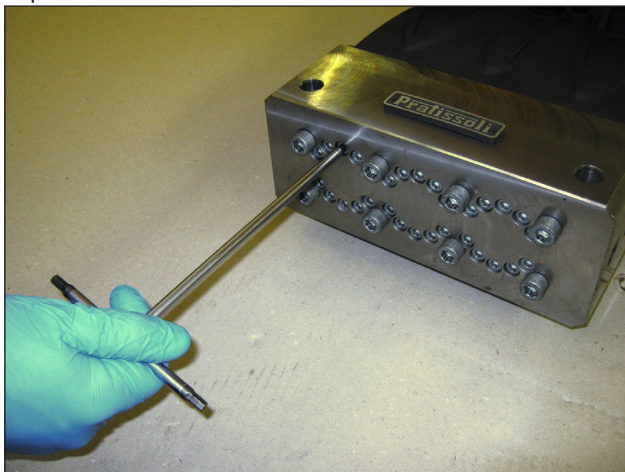

Рис. 16
- Ослабьте, не снимая, винты М6х75 крепления рубашки к торцу, как показано на Рис. 16, чтобы разблокировать их.